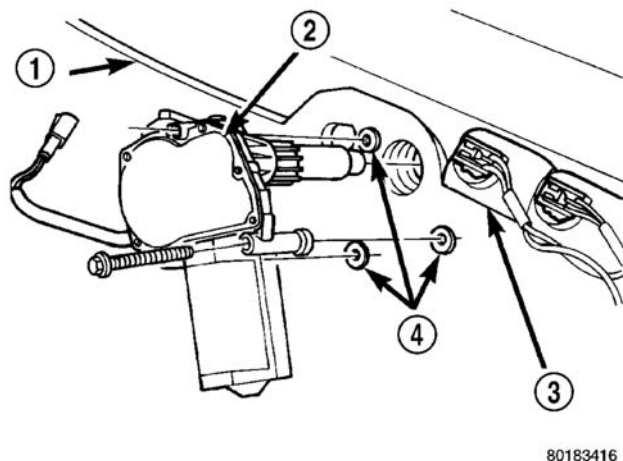

图4 后窗刮水器电机
（6）拆下固定后刮水器电机至举升门的螺钉（图4）。
- （6）安装后刮水器电机至举升门的固定螺钉（图4）。
- （7）将刮水器电机装至举升门（图4）。